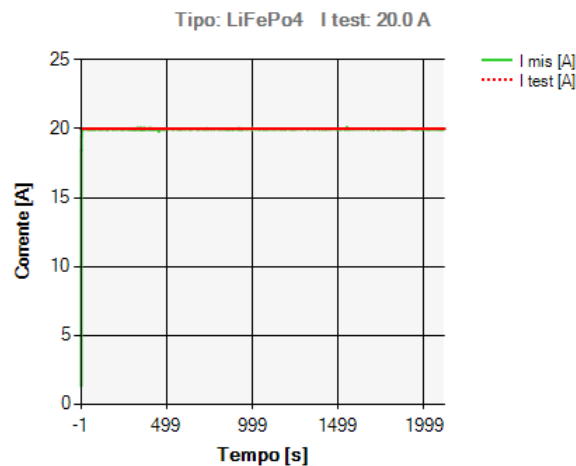

Fig.13 – Grafico della curva Corrente-Tempo
- **Corrente/Tempo** (Fig.13). E' la rappresentazione grafica dell'andamento della corrente di test (verde) durante l'esecuzione del test. Il valore costante (rosso) rappresenta la corrente di test impostata dall'operatore. Durante un test statico, l'andamento della corrente di test risulta essere costante, mentre durante l'esecuzione del test dinamico essa risulta avere un